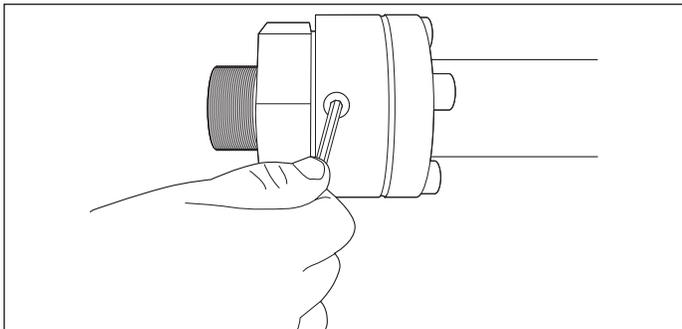

Figure 20-12
8. Répétez les procédures d'installation du boîtier de détecteur de carburant et du détecteur de carburant s'il faut installer un autre détecteur de carburant sur le raccord d'extrémité opposé. Si l'on utilise un seul détecteur de carburant, veillez alors que le bouchon secondaire DoubleTrac® sur le raccord d'extrémité opposé soit installé et serré (Figure 20-12).